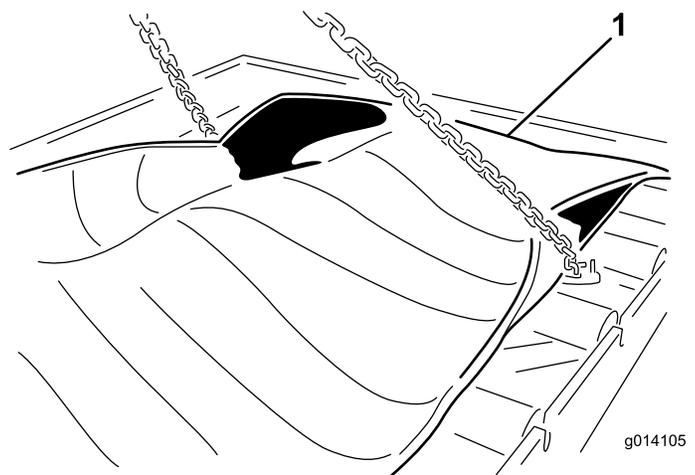

図 54
23. カートリッジを固定しているボルト24本を外す 図 54。